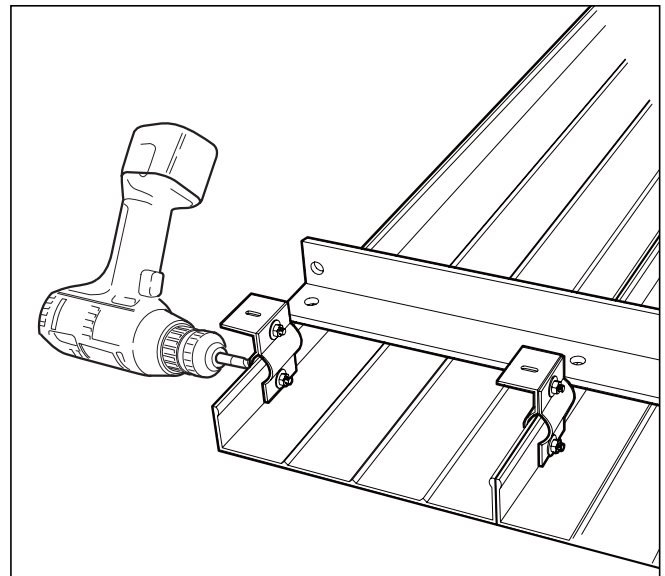

Abb. 7.13 Befestigungsloch bohren
- Bohren Sie für die untere Befestigung durch das Schraubloch der Stehfalzhalter in die Stehfalze (s. Abb. 7.13).